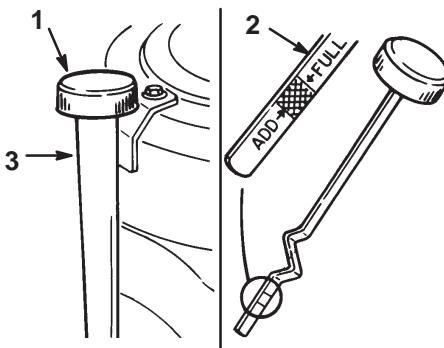

Bild 24
2. Reinigen Sie den Bereich um den Ölpeilstab herum (Bild 24), damit kein Schmutz in den Einfüllstutzen gelangen und so den Motor beschädigen kann.
3. Schrauben Sie den Ölpeilstab los und wischen das Metallende ab (Bild 24).
4. Schieben Sie den Ölpeilstab vollständig in das Einfüllrohr (nicht in das Rohr einschrauben) (Bild 24). Ziehen Sie den Peilstab wieder heraus und kontrollieren das Metallende. Gießen Sie, wenn der Ölstand zu niedrig ist, nur so viel Öl langsam in das Einfüllrohr, dass der Ölstand die Voll-Marke erreicht.
5. Gießen Sie ca. 80% der angegebenen Ölmenge, siehe Seite 23, langsam in den Füllstutzen (Bild 24). Kontrollieren Sie dann den Ölstand; siehe Kontrolle des Motorölstands, Seite 23. Füllen Sie langsam Öl bis zur Voll-Marke nach.